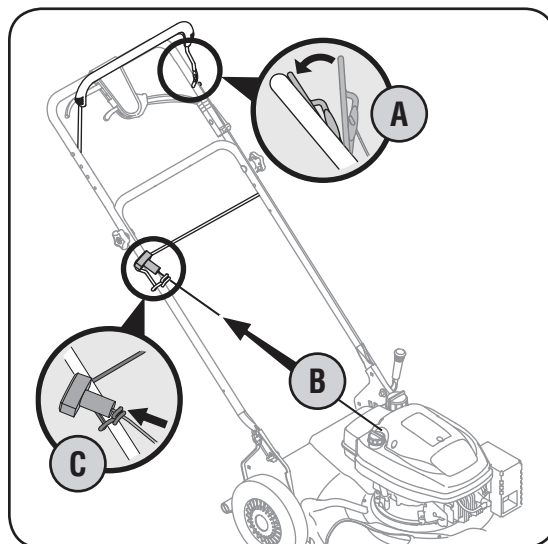

Figure 3
3. Le guide de la corde (en forme de tire-bouchon) fait partie de la tige de support du sac à herbe installée sur le guidon inférieur. Voir la Figure 3.